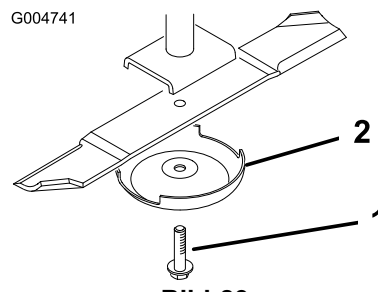

Bild 83
3. Entfernen Sie die Messerschraube, die Antiskalpierkuppe und das Messer von der Spindelwelle (Bild 83).